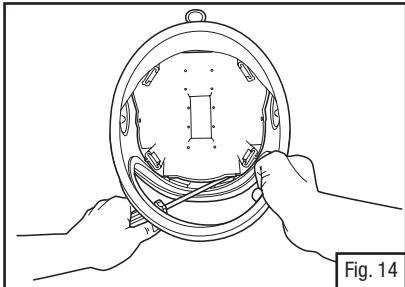

Fig. 14
2. Voltee hacia arriba la careta y coloque un desarmador plano entre el recubrimiento interior y exterior en la ubicación de las bolsas del arnés frontal (Fig. 14).